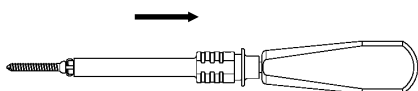

図 1
- 六角 3.5 ドライバー（HS03-2402）にスクリューホルダーを奥まで組み付け、スクリューホルダーを手前に引き、六角先端にディスタルスクリューをセットします。（図 1）